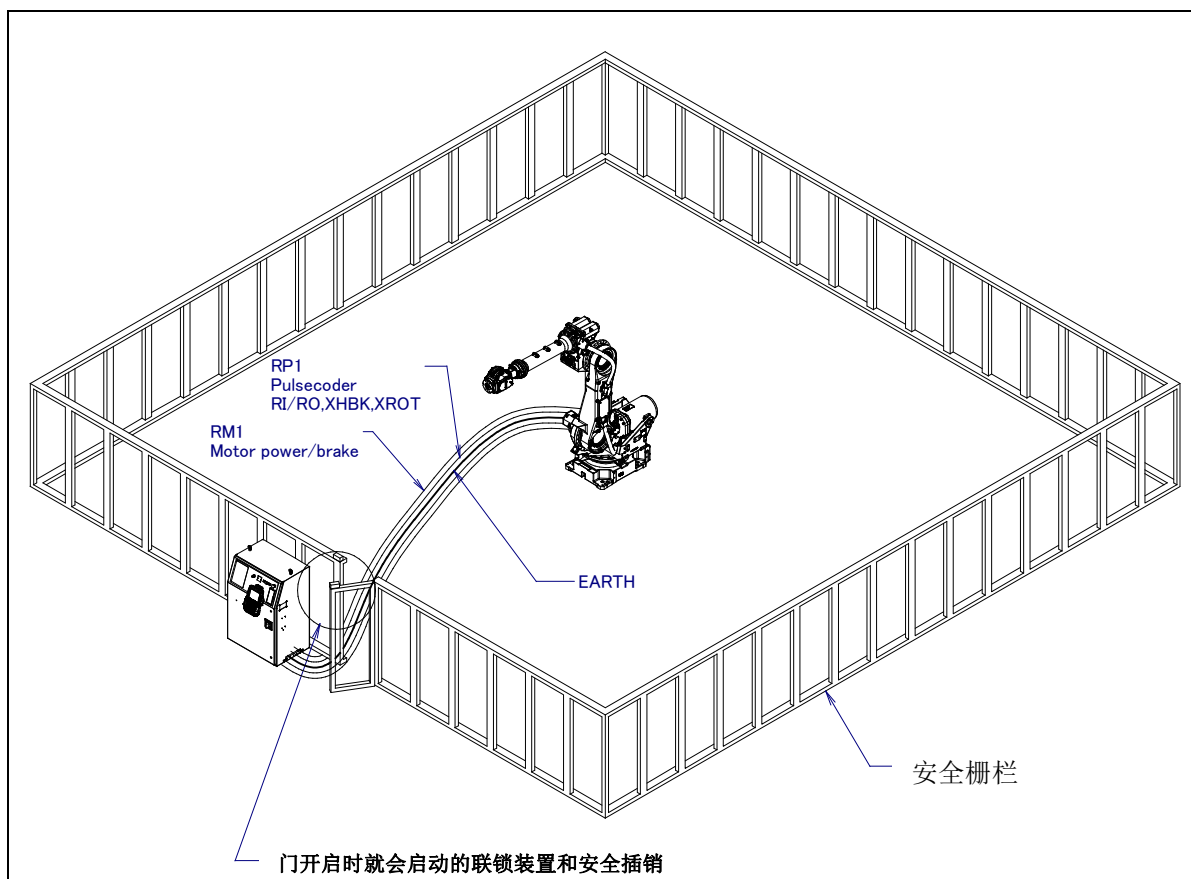

图 3 (a) 安全栅栏和安全门
- (14) 在使机器人操作时，务必在确认安全栅栏内没有人员后再进行操作。同时，检查是否存在潜在的危险，当确认存在潜在危险时，务必排除危险之后再进行操作。
- (15) 不要在下面所示的情形下使用机器人。否则，不仅会给机器人和外围设备造成不良影响，而且还可能导致使用者受重伤。
- (16) 在连接与停止相关的外围设备（安全栅栏等）和机器人的各类信号（外部急停、栅栏等）时，务必确认停的动作，以避免错误连接。
- (17) 有关架台的准备，按照图 3 (c) 在安装或者维修作业时，请十分注意高地作业的安全。应考虑脚手架和安全皮带安装位置的确保等。